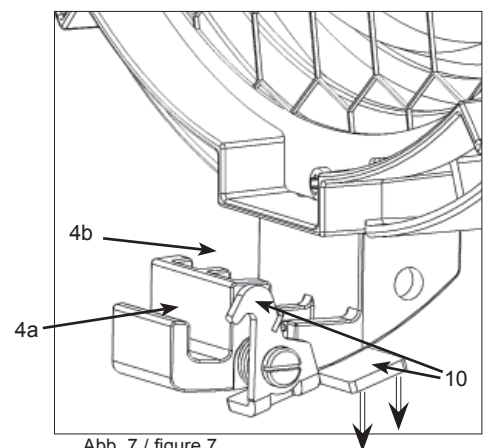
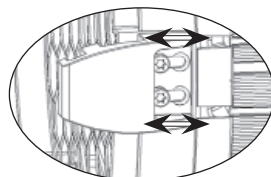

Abb. 7 / figure 7
Abb. 8 / figure 8
- Bei Modellen mit optionaler zweiter Torsicherung (10, Abb. 7), diese zuerst öffnen, Zubehör, wie z.B. Flügeltor, einsetzen und anschließend zweite Torsicherung wieder schließen und den sicheren Halt des Zubehörs prüfen.
- Die Einschubbreite der Halteklauen für Zubehör (4b, Abb. 7) kann durch Lösen der Schrauben und Längsverschieben nach Bedarf verstellt werden (Abb. 8). Diese Funktion dient unter Anderem auch zur Reduzierung von Streulich zwischen Linsenfassung und Zubehör.
- For models with optional barndoor catch (10, figure 7), open the barndoor catch and insert accessories, e.g. barndoor, and then release the catch. For all other models - simply insert the accessory into the bracket (4a, figure 7).
- The rear slot (4b, figure 7) of the accessory bracket holds filter frames or scrims.
- In order to change the depth of the accessory brackets (4b, figure 7), loosen the screws and slide the bracket to the desired position (figure 8). This feature also helps reducing diffused light between lens door and accessory.